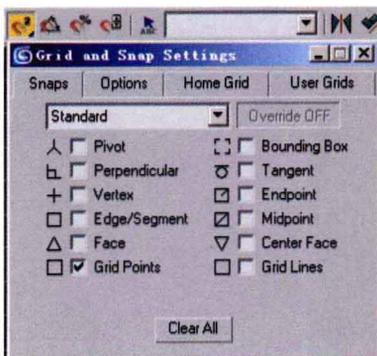
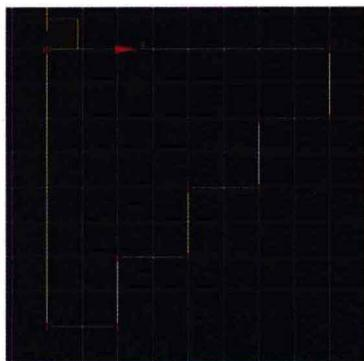

图 1-1
图 1-2
1. 打开【二维捕捉】按钮，在按钮上右击鼠标，设置其捕捉方式为【栅格点】的捕捉方式，如图 1-1 所示。在【Left】（左）视图用【Line】（线）工具，创建封闭线条，如图 1-2 所示，再点击【二维捕捉】按钮退出【二维捕捉】方式。